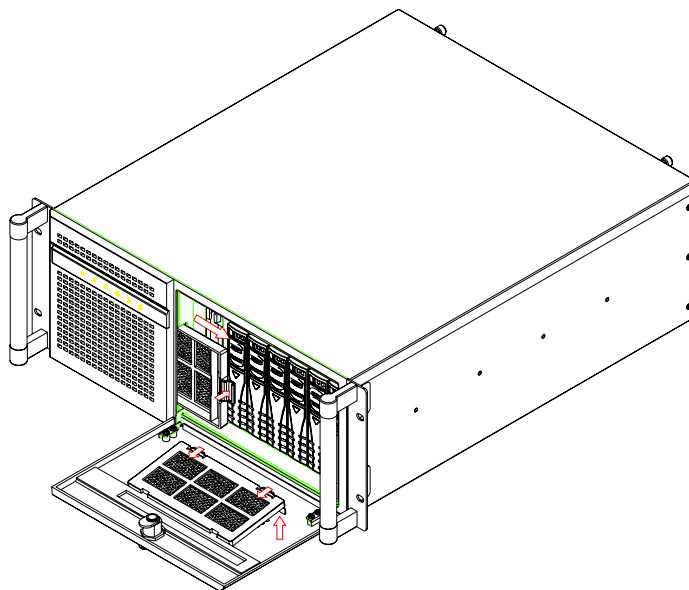

图 3.7: 清洁过滤器
3. 使用软刷清洗过滤器或者在自来水下冲掉灰尘。然后将其晾干（如图 3.7 所示）。